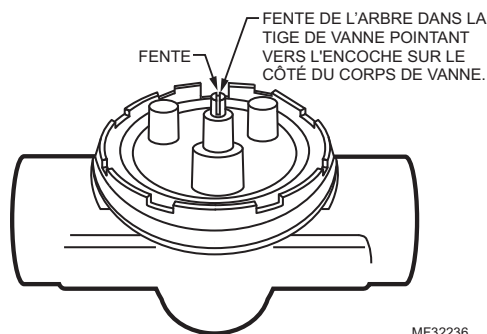

Fig. 3. Position de la fente.
2. Placer la vanne sur le conduit. **Faire tourner la tige de vanne** de sorte que la fente de l'arbre pointe vers l'encoche sur le côté du corps (90° par rapport à la direction du débit). Voir Fig. 3. Ceci permet de protéger l'obturateur à l'intérieur de la vanne en le retirant du siège.
1. Faire tourner la tige de vanne de sorte que la fente de l'arbre pointe vers l'encoche sur le côté du corps de vanne, comme indiqué Fig. 3.